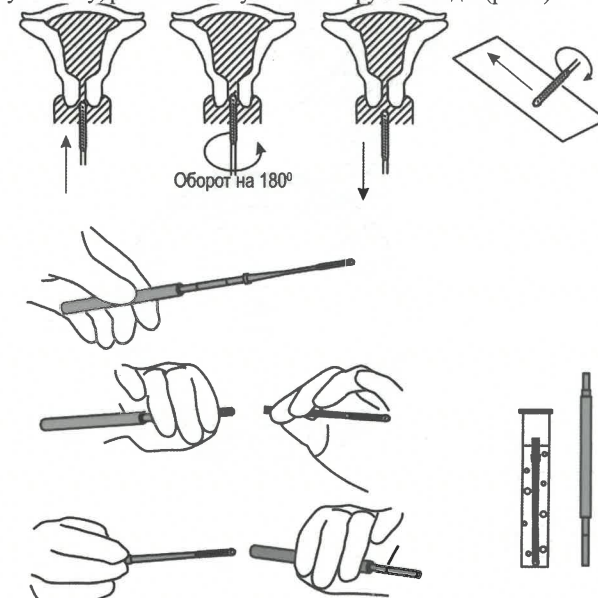

Рисунок 2
5) При необходимости рабочая часть зонда может быть отломана и помещена либо в транспортную среду, либо в транспортную колбу, расположенную в полую ручку зонда. (рис.2).